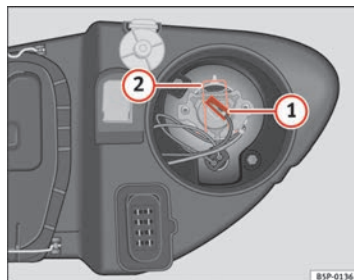

Abb. 188 Fernlicht
- Ziehen Sie den Stecker ⇒ Abb. 188 ① von der Lampe ab.
- Die Haltefeder ⇒ Abb. 188 ② durch Eindrücken und Rechtsdrehung abnehmen.